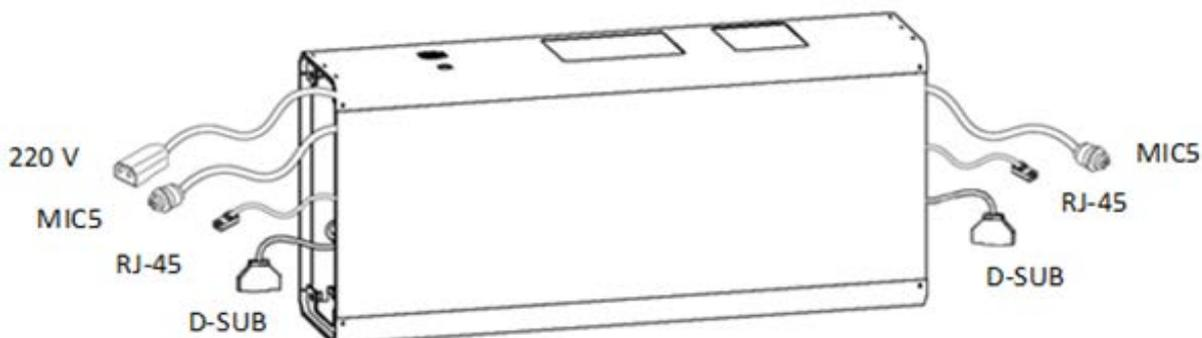

Рисунок 3
4. Освободить кабели с разъёмами D-SUB от фиксирующей ленты и аккуратно вытянуть кабели за разъёмы через отверстия на торцах центрального блока (рис. 3).